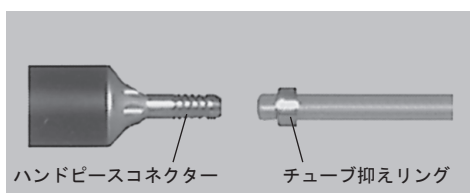
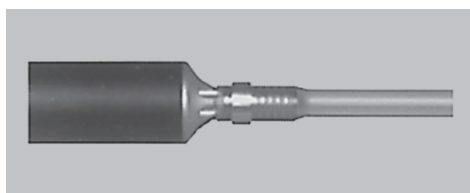

図4
図5
ハンドピースチューブ⑩のもう一方にチューブ抑えリングを図4のように差し込み、ハンドピースチューブソケットへ図5のように差し込みます。